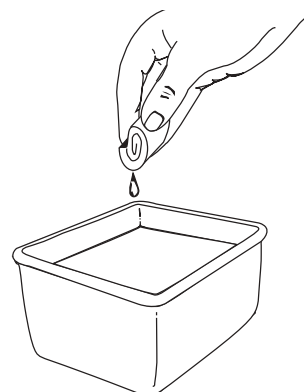

Fig. 23
3. Lave o filtro com detergente e água (Fig. 23). Passe cuidadosamente por água. Escorra-o e deixe-o secar totalmente.